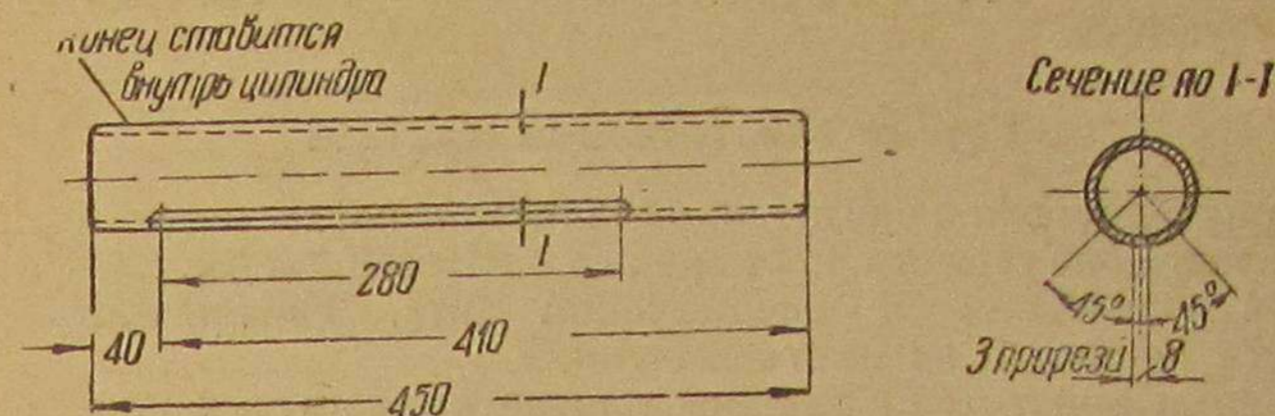

Рис. 3. Труба распределения газа
- 1) коробка распределения газа заменена трубой распределения газа, которая удлиняется и, выходя из цилиндра, служит патрубком (рис. 3);